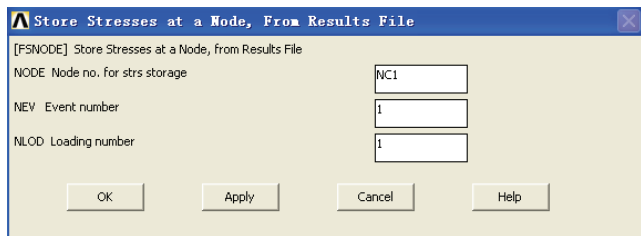

图 7-20 从结果文件中获取并存储节点应力对话框
② 技巧：获取 X 坐标值为 5、Y 坐标值为 0 的节点编号并将其存储到变量 NC1 中。第 6)、7) 步的操作过程可用 NC1=NODE(5, 0, 0) 命令代替。
8) 选择 Main Menu | General Postproc | Fatigue | Store Stresses | From rst File 命令，出现 Store Stresses at a Node, From Results File 对话框，在 NODE Node no. for strs storage 输入栏中输入 NC1，在 NEV Event number 输入栏中输入 1，在 NLOD Loading number 输入栏中输入 1，如图 7-20 所示，单击 OK 按钮关闭该对话框。